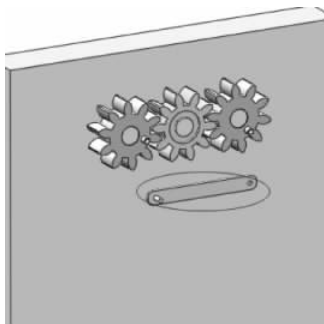

图 3-87 插入连杆零件
(1) 单击【装配体】工具栏中的【插入零部件】按钮,弹出【插入零部件】的属性设置。单击【浏览】按钮,在弹出的【打开】对话框中选择零件【连杆 1】,单击【打开】按钮,在图形区域中的合适位置单击插入,然后使用【装配体】工具栏中的【移动零部件】功能拖动零件到接近配合位置,如图 3-87 所示。